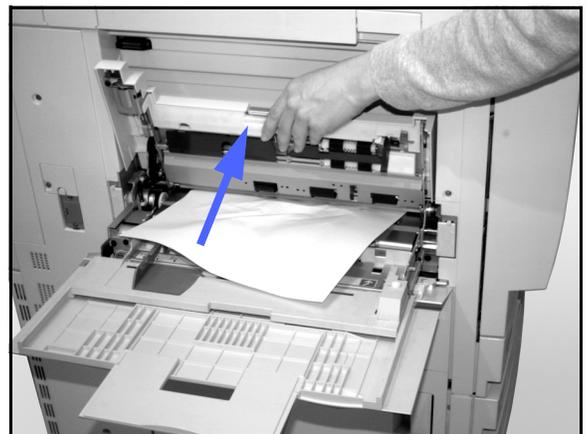

Figure 5 : Ouverture du cache du magasin 5
- S'il se produit un incident près du magasin 5, relevez le levier de verrouillage de ce magasin puis ouvrez le cache (voir la figure 5).